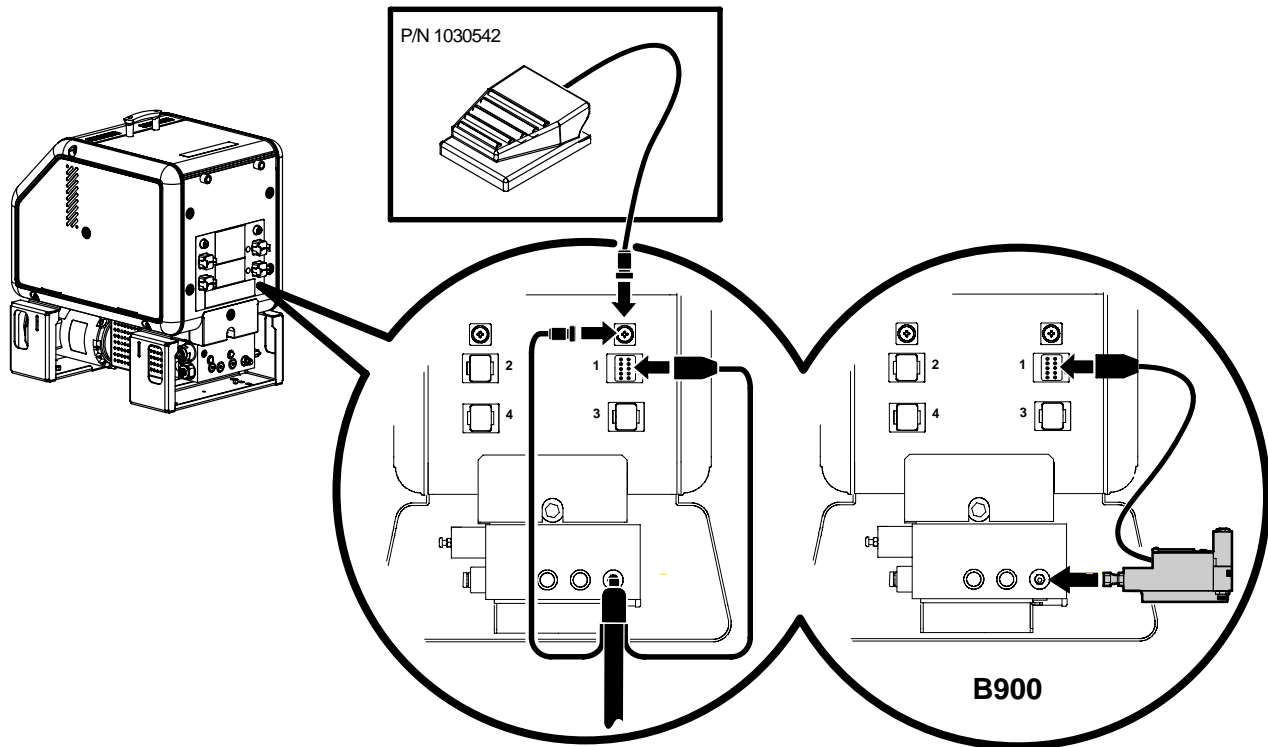

Abb. 3-9 Schlauch für Handpistole mit Schalter, Fußschalter oder elektrischen Auftragskopf B900N anschließen
Siehe Abbildung 3-9.
- Siehe Abbildung 3-9. Der elektrische Auftragskopf B900N kann direkt an den Verteilerblock angeschlossen werden. Wenn ein Auftragskopf B900N angeschlossen wird, muss Betriebsparameter 12 oder 13 aktiviert werden. Siehe Anhang B, *Betriebsparameter*.